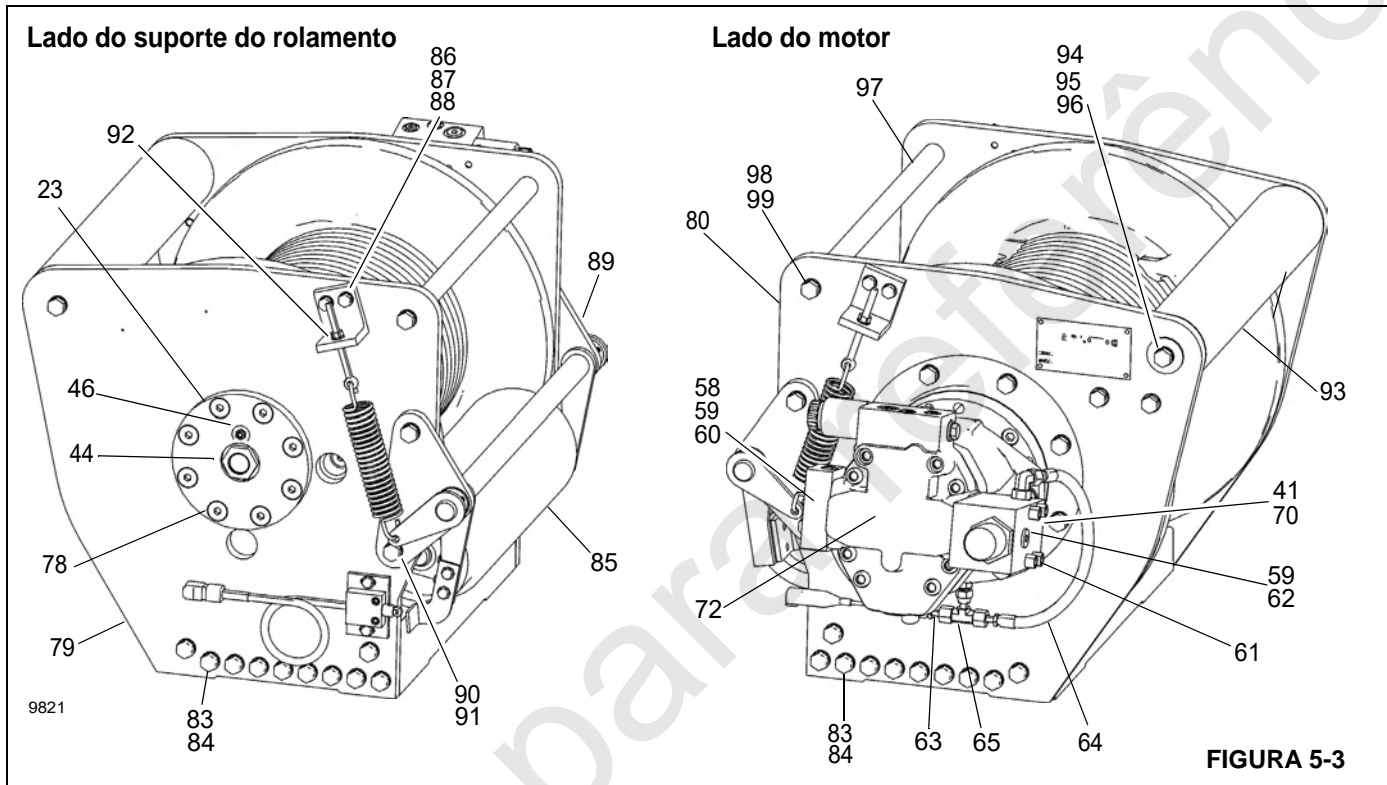

FIGURA 5-3
3. Remova o conjunto do rolo (85, Figura 5-3). Para obter mais informações, consulte *Conjunto do rolete*, página 5-9.
5. Remova o indicador visual de nível do óleo (44).
6. Remova o bujão de respiro (46).
8. Etiquete e remova as mangueiras hidráulicas (63 e 64) que conectam a válvula do freio (62) e o coletor (60) ao cilindro do freio (1).
9. Remova os parafusos (70) e arruelas (41) que fixam o motor (72) e eleve o motor para fora do guincho. Remova e descarte o anel de vedação (33) instalado no piloto do motor.
10. Etiquete e remova as mangueiras (63 e 64) e as conexões (65) do orifício de liberação do cilindro do freio.
13. Remova os parafusos do cilindro do freio (40) e arruelas de pressão (41) e instale dois parafusos e um pedaço pequeno de corrente nos furos dos parafusos de montagem do suporte do motor. Usando a corrente como alça, eleve o cilindro (1) do freio para fora do tambor e da base, tendo cuidado para não danificar as superfícies de vedação ou dos rolamentos. Consulte *Cilindro do freio*, página 5-9 para obter informações adicionais.
14. Remova a placa lateral da extremidade do motor (80).
15. Usando dois pés-de-cabra tipo esporão posicionados entre o transportador planetário primário e o fechamento do tambor, force para cima para remover o fechamento do tambor (25). Remova e descarte o anel de vedação (28) do lado externo do fechamento do tambor (25). Alguns fechamentos de tambor têm furos de olhal de elevação roscados 3/8–16 que podem ser utilizados em vez dos pés-de-cabra.
16. Remova a vedação (29) e o rolamento (26) de dentro do fechamento.
17. Remova a engrenagem solar primária (35) e a arruela de encosto (31) do transportador planetário primário (10).
18. Remova o transportador planetário primário (10) do tambor. Consulte *Conjunto planetário*, página 5-10 para obter informações adicionais.
19. Remova a engrenagem solar de saída (34) e a arruela de encosto (43) do transportador planetário de saída (16).
20. Remova o transportador planetário de saída (16) do tambor. Consulte *Conjunto planetário*, página 5-10 para obter informações adicionais.
21. Coloque o guincho sobre a extremidade do motor, com o suporte do rolamento voltado para cima. Remova os oito parafusos de suporte do rolamento (78, Figura 5-3) e o suporte do rolamento (23, Figura 5-3 e Figura 5-4), tendo cuidado para não danificar a vedação ou as superfícies do rolamento.
22. Deslize o tambor para fora da base sobre uma bancada de trabalho e remova a vedação (27) e o rolamento (26) da extremidade do suporte.
Consulte a Figura 5-3 e Figura 5-4 e a Lista de peças do guincho na página 5-7 para desmontar o guincho.
14. Instale as mangueiras (63, 64, Figura 5-3) e conexões (65) no orifício de liberação do cilindro do freio.
16. Engate o eixo do motor com a pista interna da embreagem do freio e abaixe o motor até sua posição. Aperte os parafusos (70) e as arruelas de pressão (41) com o torque recomendado.
17. Instale as mangueiras (63, 64, Figura 5-3) que conectam o coletor (60) e a válvula do freio (62) ao cilindro do freio (1).
18. Instale o conjunto do rolo (85). Para obter mais informações, consulte *Conjunto do rolete*, página 5-9.
20. Instale o indicador visual de nível do óleo (44).
21. Instale o bujão de respiro (46).